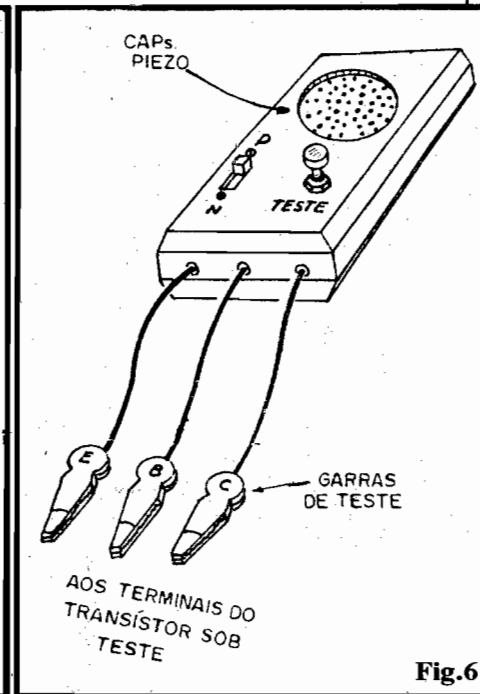

Fig.6
- **FIG. 6 - O ACABAMENTO DO MPDT** - Já dissemos isso um "porrinhão" de vezes, mas vamos - insistentemente - repetir: para que haja praticidade e conforto no uso, enfatizando a eficiência e a rapidez, um bom instrumento de teste **requer** um acabamento (cai-